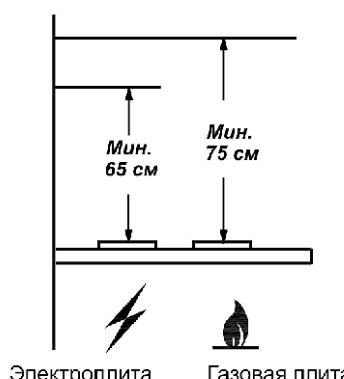

рис. 1
1.2 Вытяжку устанавливайте над плитой, как показано на рис. 1.
- при установке кухонной вытяжки соблюдайте указания п. 1.2 (рис.1);
- 4.6 Устанавливайте кухонную вытяжку над плитой в соответствии с рис. 1.